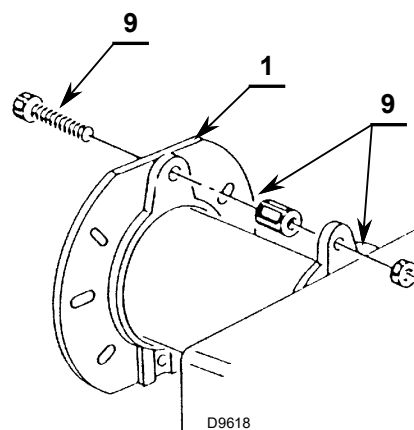

Рис. 9
- Вставьте винт и две гайки 9) (Рис. 9) на фланец 1).